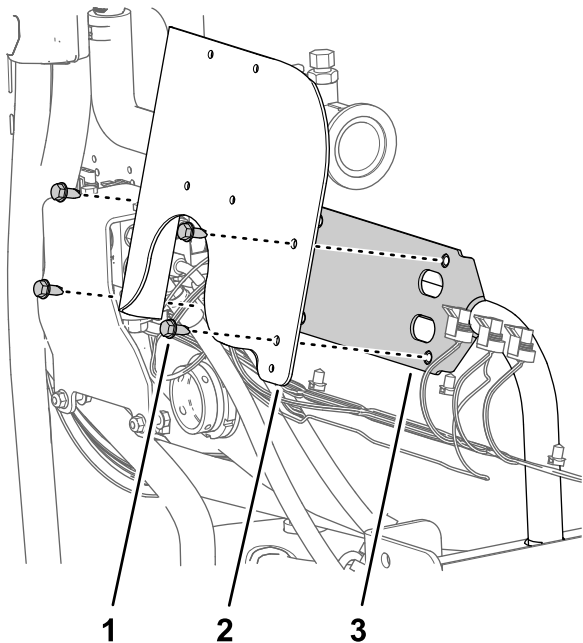

図 74
1. フローメータのブラケットについている穴を、バルブマウントに合わせる図74。